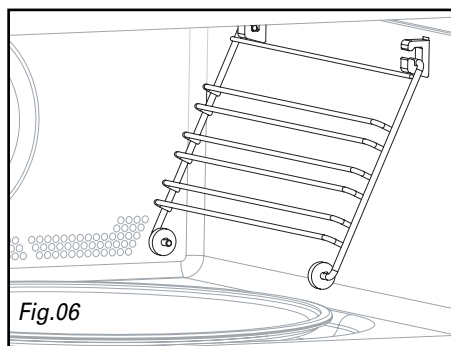
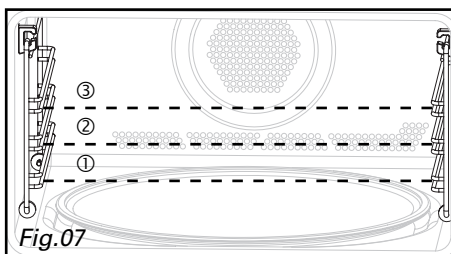

Fig.06
Fig.07
• **Les grilles latérales** (Fig.06) : 2 grilles à accrocher vous permettent d'utiliser la grille sur 3 niveaux (Fig.07).